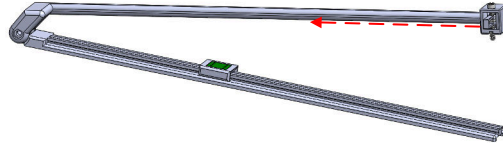

图 3-10. 添加 SENS093_Slider
4. 将 SENS093_Slider 滑入 SENS093 Arm，如图 3-10 所示。